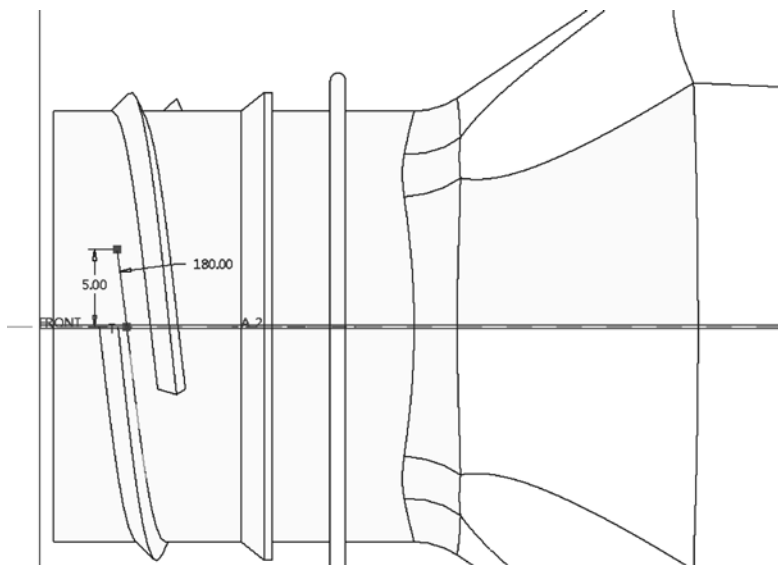

图 13-84 绘制圆弧
- 5 绘制如图 13-84 所示的圆弧, 注意该圆弧的相切约束关系, 然后单击“确定”按钮。